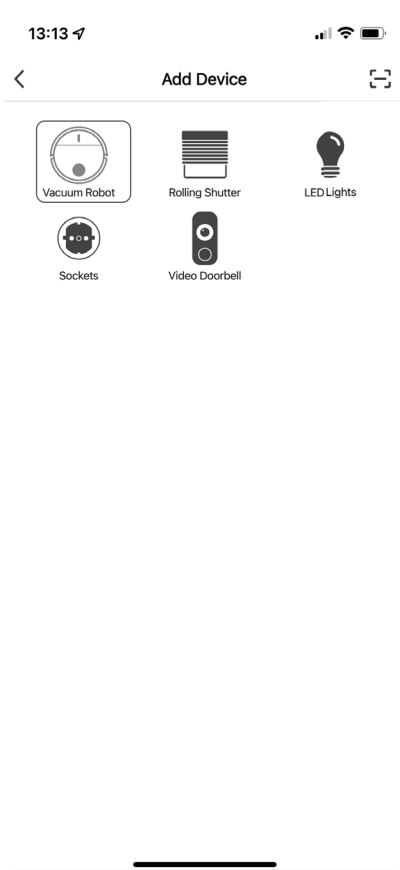

Fig. 2
- ▶ Seleccione la categoría de aparato **ROBOT ASPIRADOR LÁSER** (fig. 2).